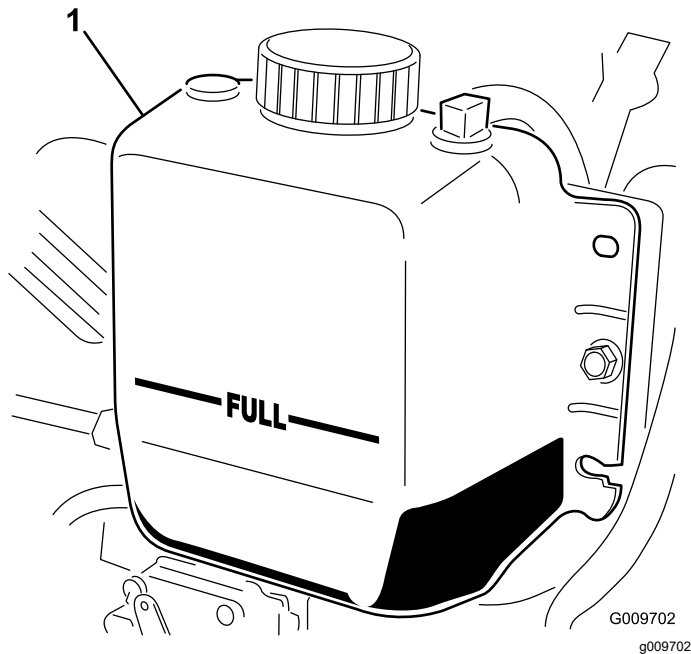

図 37
**注** ラジエターは補給口の首の部分まで、補助タンクはFULLマークまでであれば適正です 図 37。